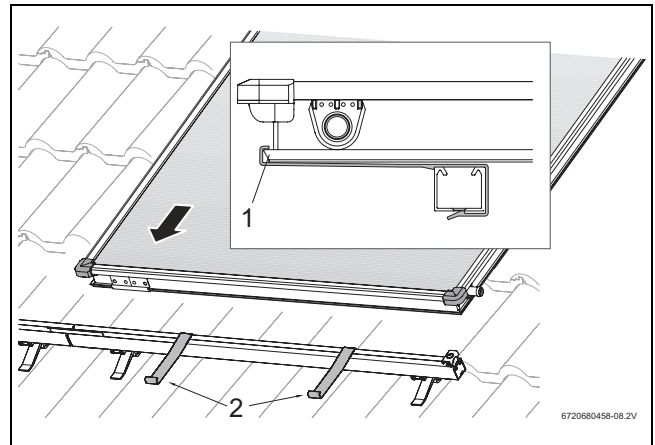

Fig. 38 Colocar el primer captador sobre los perfiles guía
- ▶ Coloque el primer captador sobre los perfiles guía y déjelo deslizar hasta los seguros contra deslizamiento (Fig. 38).
El borde inferior del captador debe descansar sobre la abertura del seguro contra deslizamiento (Fig. 38, [1]).